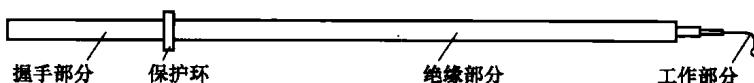

图 1-14 绝缘棒的结构
3) 绝缘棒又称绝缘杆、操作杆或拉闸杆，用电木、胶木、塑料等绝缘材料制成，主要包括工作部分、绝缘部分、握手部分、保护环等，其结构如图 1-14 所示。